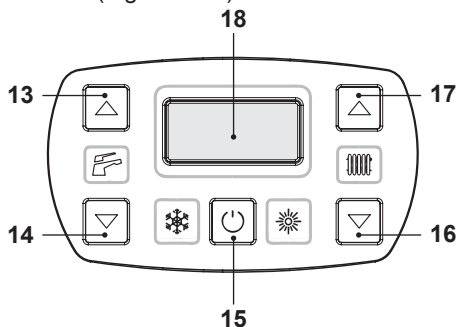
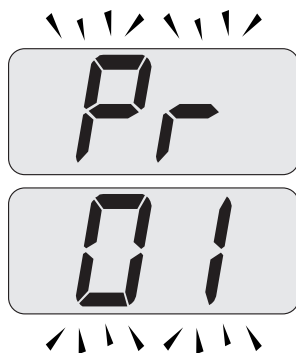
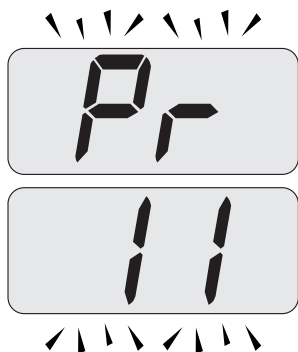

Figura 5.37
Figura 5.38
Figura 5.39
- Entre en la "modalidad de programación" pulsando simultáneamente durante 10 segundos los botones 15 - 16 - 17 (Figura 5.37) hasta que aparezcan en la pantalla LCD las letras **Pr** alternadas con el código **01**, que indican la entrada en el "parámetro 01" (Figura 5.38).
- Desplace los parámetros mediante los botones 16 o 17 hasta que aparezcan en la pantalla LCD las letras **Pr** alternadas con el código **11**, que indican la entrada en el "parámetro 11" (Figura 5.39).
- Pulse simultáneamente los botones 15 y 17 (Figura 5.37) hasta que aparezca en la pantalla LCD el valor del parámetro 11 (10=60 segundos) (Figura 5.40).
- Pulsando el botón 15 (Figura 5.37) se confirma el valor introducido.
- Pulsando simultáneamente los botones 15 y 16 (Figura 5.37) se sale sin modificar el valor (se vuelve a la lista de parámetros Figura 5.39).
- Pulsando simultáneamente durante 10 segundos los botones 15 - 16 - 17 (Figura 5.37) se sale de la "modalidad de programación".